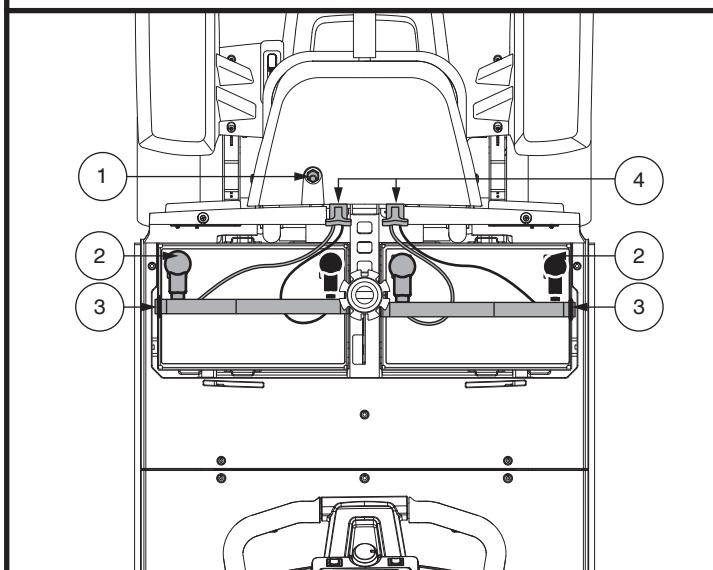

Figura 13. Remoción de la batería / Instalación de Terminales y Conexiones
NOTA: Algunos scooters tienen espaciadores instalados para asegurar las baterías. Usted puede remover los espaciadores para guardarlos seguros hasta que las baterías sean reemplazadas en el scooter. Ver figura 13.
6. Coloque una nueva batería en cada espacio destinado a las baterías. Las terminales de la batería deben mirar en sentido contrario al asiento, con las terminales positivas (+) y negativas (-) posicionadas tal como se indica en la figura 13.